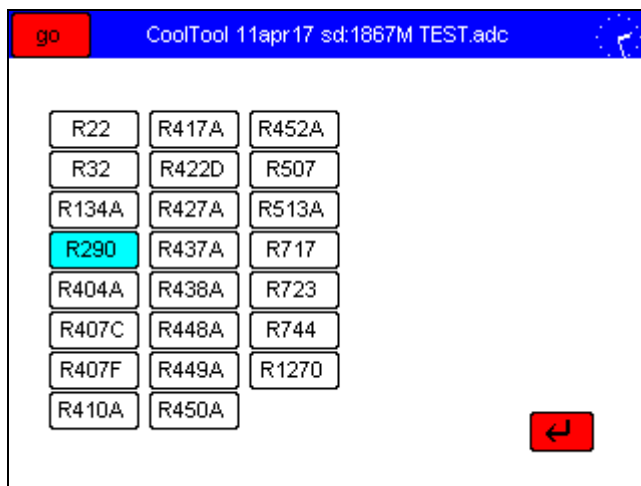

Bild 3.1
2. Aus der Auswahlliste das entsprechende Kältemittel auswählen und mit \leftarrow bestätigen. *Bild 3.1*